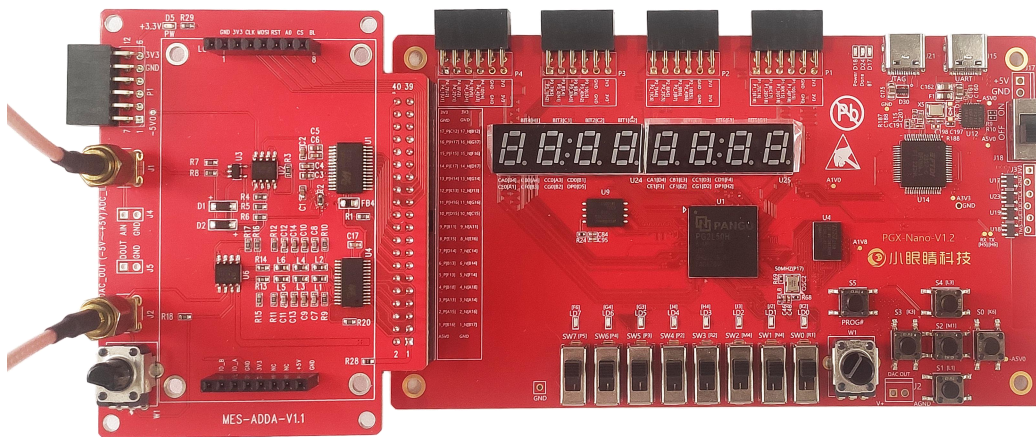

图 14 操作步骤
- 1、将 MES-ADDA 模块插入到 FPGA 开发板上（40pin 扩展脚位置），DA 模拟输出与 AD 模拟输入连接在一起如，如图 14。